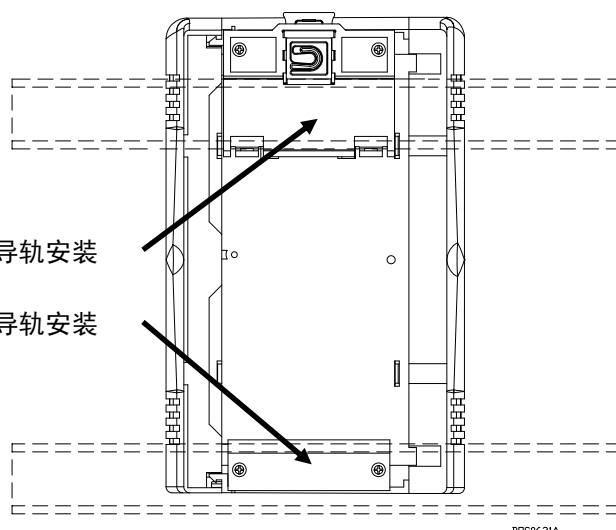

图 4. FFI 背面
3. FFI 外壳安装到两个 35 x 7.5 毫米的 DIN 导轨。请参阅图 4。